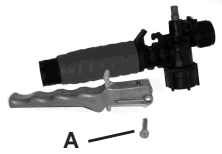

Figure 2
2) Retirez la cheville de retenue (A) (figure 2), placez l'extrémité à encoche de la cheville sur une surface dure et poussez vers le bas. Retirez la cheville de retenue et glissez pour sortir la poignée de la soupape.